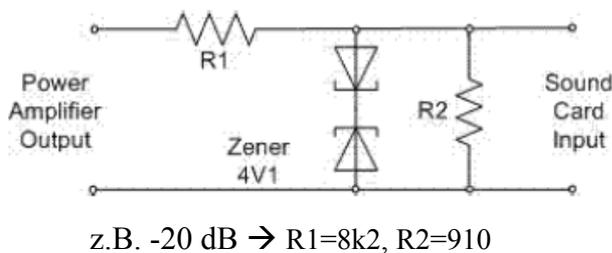

Bild 2.6: Messfühler (Probe)
2. Verbinden Sie den rechten Eingangskanal über einen Spannungsteiler G mit dem Ausgang des Leistungsverstärkers. Zur Bemessung des Spannungsteilers s. z.B. Bild 2.6.